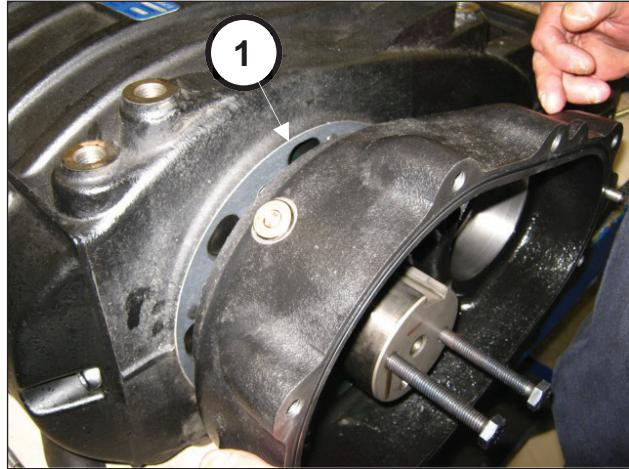
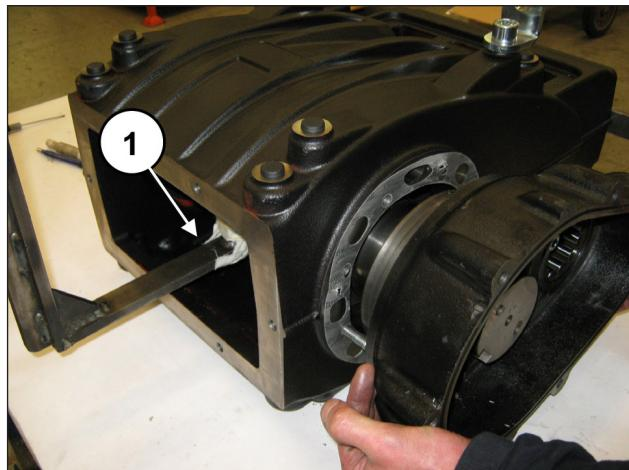

Рис. 24
Рис. 25
Закручивайте 3 винта M8 постепенно (поз. ①, Рис. 24), чтобы корпус сильно не наклонился и не застрял в гнезде. Снимите корпус, поддерживая вал во избежание повреждений (поз. ①, Рис. 25).